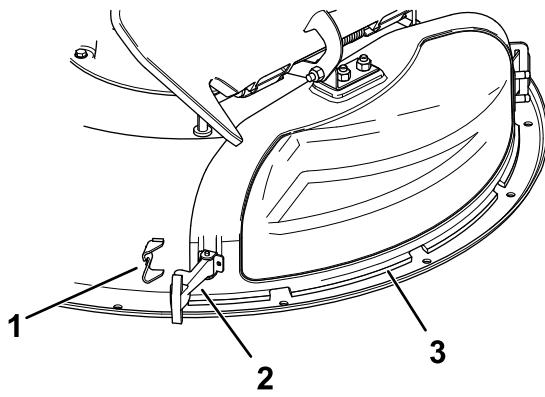

Figura 11
- Solte o trinco flexível do fixador do trinco na cobertura de descarga e rode a cobertura de descarga para a direita (Figura 11).
6. Prenda a cobertura de descarga à plataforma encaixando o trinco flexível na cobertura de descarga no retentor na plataforma (Figura 11).